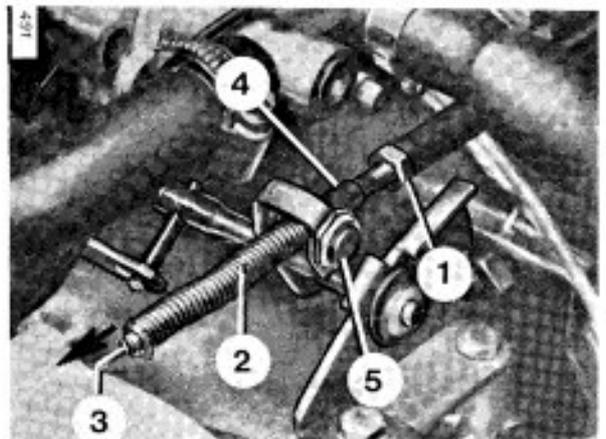

Bild 14
6.2 Bei automatischem Getriebe (Bild 14)